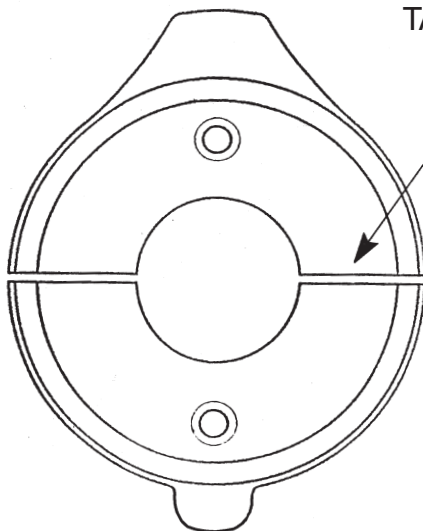
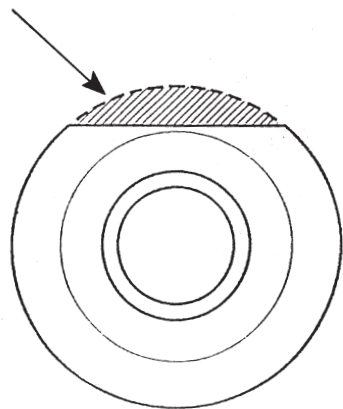

Fig. 12
Fig. 13
- Tagliate l'anello (Fig. 12) a metà, avendo cura che il taglio non passi attraverso i fori delle viti.
- Asportate una porzione del taglialenze (Fig. 13), come indicato in figura, in modo da poter raggiungere le viti di serraggio dell'anello (Fig. 12) quando il taglialenza è montato.
- Assemblate i due semi-anelli (Fig. 12) fissandoli sul piede Sail Drive, mediante le apposite viti.
- *Cut the ring anode (Fig 12) in two halves, avoiding to make the cut through the screw holes.*
- *Remove a section of the thrust washer ring as shown on (Fig. 13). Enough so when in place you can access the zinc screw holes.*
- *Assemble the two halves (Fig. 12) fixing them on the sail-drive leg by means of their standard screw.*